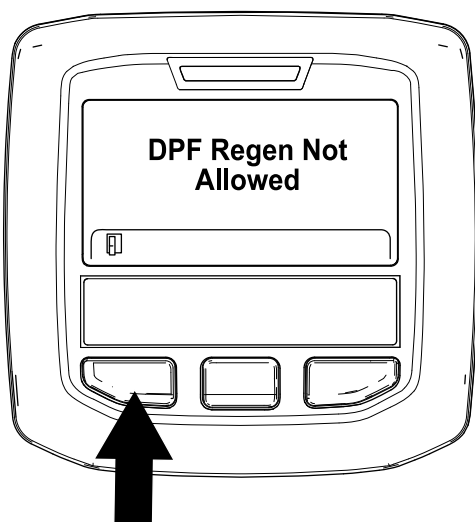

Figura 38
- Si el ordenador del motor no permite el proceso de regeneración, aparece el mensaje "DPF Regen Not Allowed" (Regeneración de DPF no permitida) en el InfoCenter (Figura 38). Pulse el botón de la izquierda para salir a la pantalla de inicio.